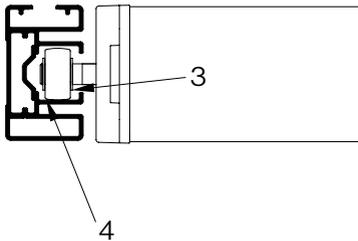

Abb. 12: Einführung der Laufräder
- » Führen Sie die Laufräder (3 – Abb. 12) der Fallstangenzapfen in die dafür vorgesehene Gasse der Führungsschienen (4 – Abb. 12).